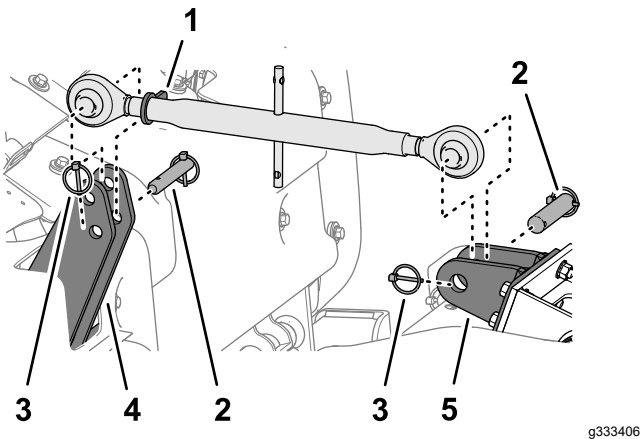

Рисунок 48
2. Ослабьте контргайку (Рисунок 48) и поверните верхнюю регулировочную тягу, чтобы снять натяжение между машиной и тяговым блоком.
тягу к верхним пластинам сцепки машины (Рисунок 48).
4. Снимите шплинт с кольцом и штифт тяги, который крепит верхнюю регулировочную тягу к кронштейну тяги тягового блока (Рисунок 48).